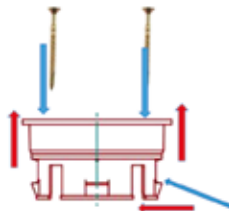

Abb. 5-17: Montage schraubbarer Verbinder
1. Die Batterien werden mittels der isolierten Reihenverbinder (Abb. 5-17) verschaltet. Bei der Reihenschaltung wird der Minus-Pol der einen Batterie mit dem Plus-Pol der nächsten Batterie verbunden, bis das Gesamtsystem die benötigte Spannung erreicht hat.